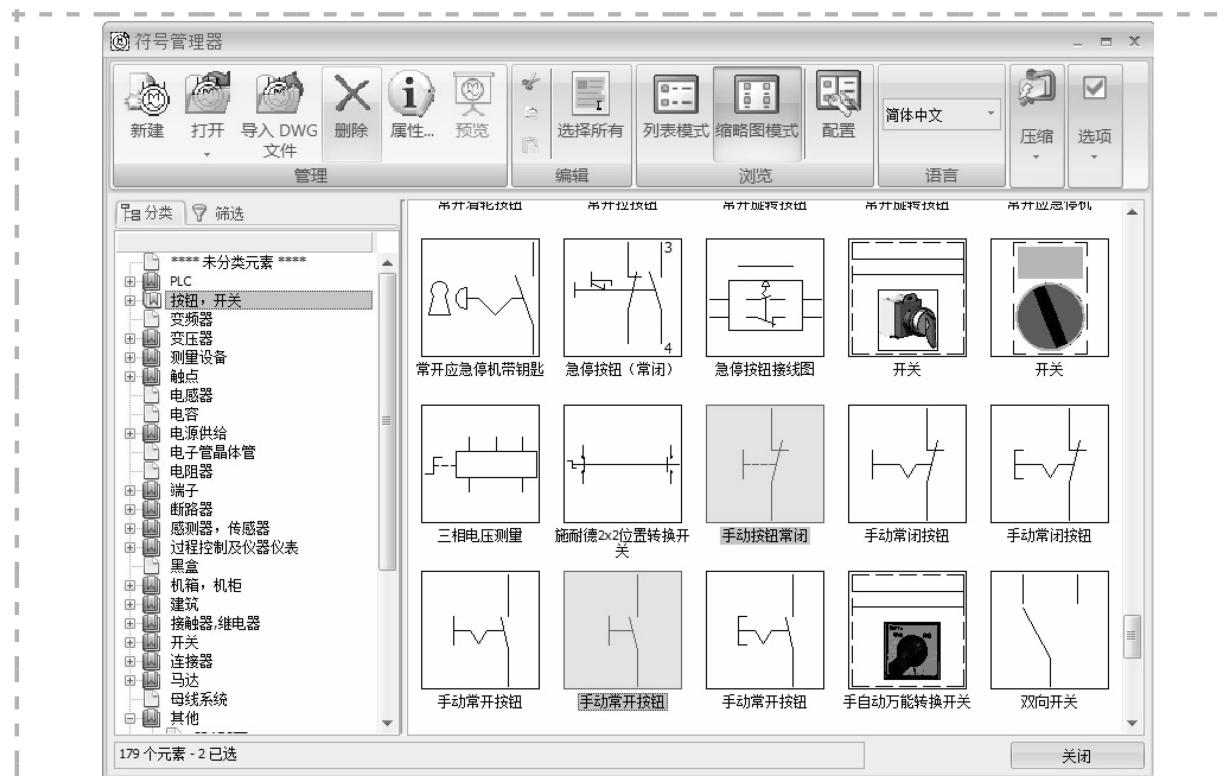

图 3-8 选择常开按钮和常闭按钮
**步骤 11 添加设备型号和符号到宏** 单击【符号管理器】选择常开按钮和常闭按钮，如图 3-8 所示。单击【属性】设定数据库为【绘图级-符号-设备型号】。单击【确定】，保存修改，单击【关闭】返回页面。